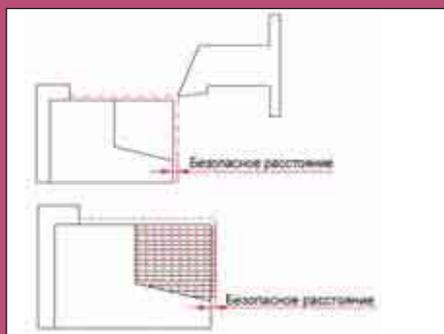

Рис. 16
*Безопасное расстояние* влияет на начальное и конечное положение инструмента в начале и конце перехода и определяет длину продления каждого прохода траектории инструмента за пределы материала (рис. 16).